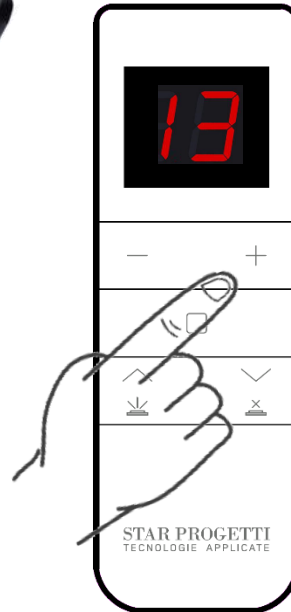
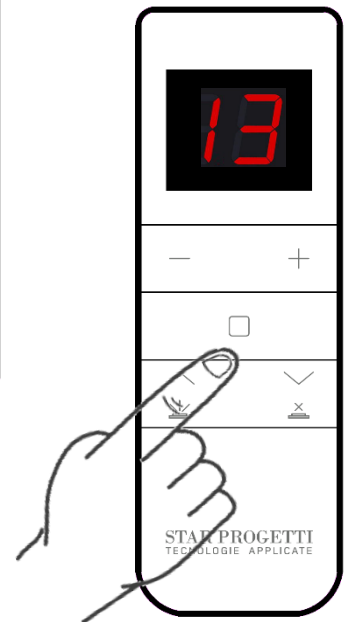

Fig.3
Fig.4
- Prendere il radiocomando cod. PTVTEL in dotazione, e tramite i pulsanti "+" e "-" selezionare il canale 13 Fig.3 e subito dopo premere il pulsante come da Fig.4
- Take the supplied radio control unit cod. PTVTEL, and using the "+" and "-" buttons select channel 13 Fig.3 and immediately after press the button as shown in Fig.4